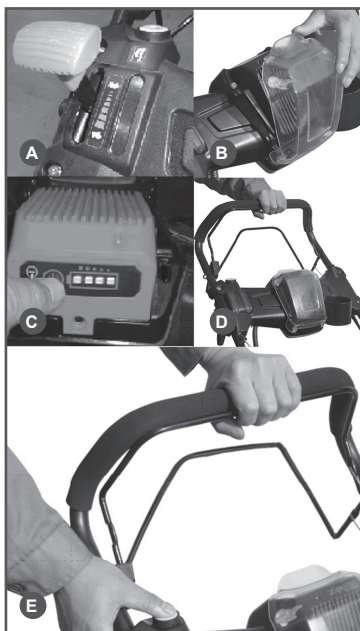

Рис. 9 Запуск двигателя электрическим стартером
(Рис. 9Е).
- Рычаг газа установите в положение 1/3 шкалы увеличения оборотов двигателя (Рис. 9А).
На газонокосилке предусмотрена регулировка скорости движения. Изменение скорости движения производится рычагом газа (Рис. 9А). Движение ручки газа вперед приводит к увеличению скорости движения газонокосилки.